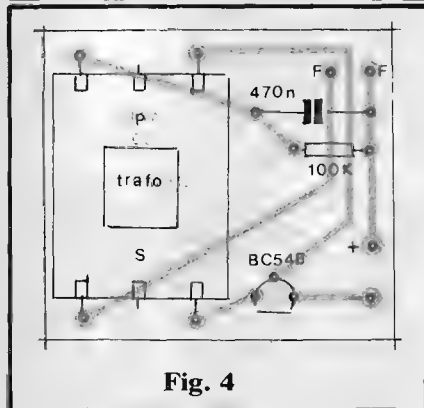

Fig. 4
- FIG. 4 - A montagem, propriamente, em toda a sua simplicidade, enfatizada no lado não cobreado da placa, já com as poucas peças devidamente posicionadas... É o que chamamos em APE de "chapeado"... Notem, especialmente, os seguintes (importantes) pontos: Posição do BC548, com o seu lado "chato" voltado para a borda da placa, e colocação do "carretel" do transformador, com seu **primário** "P" (lado original